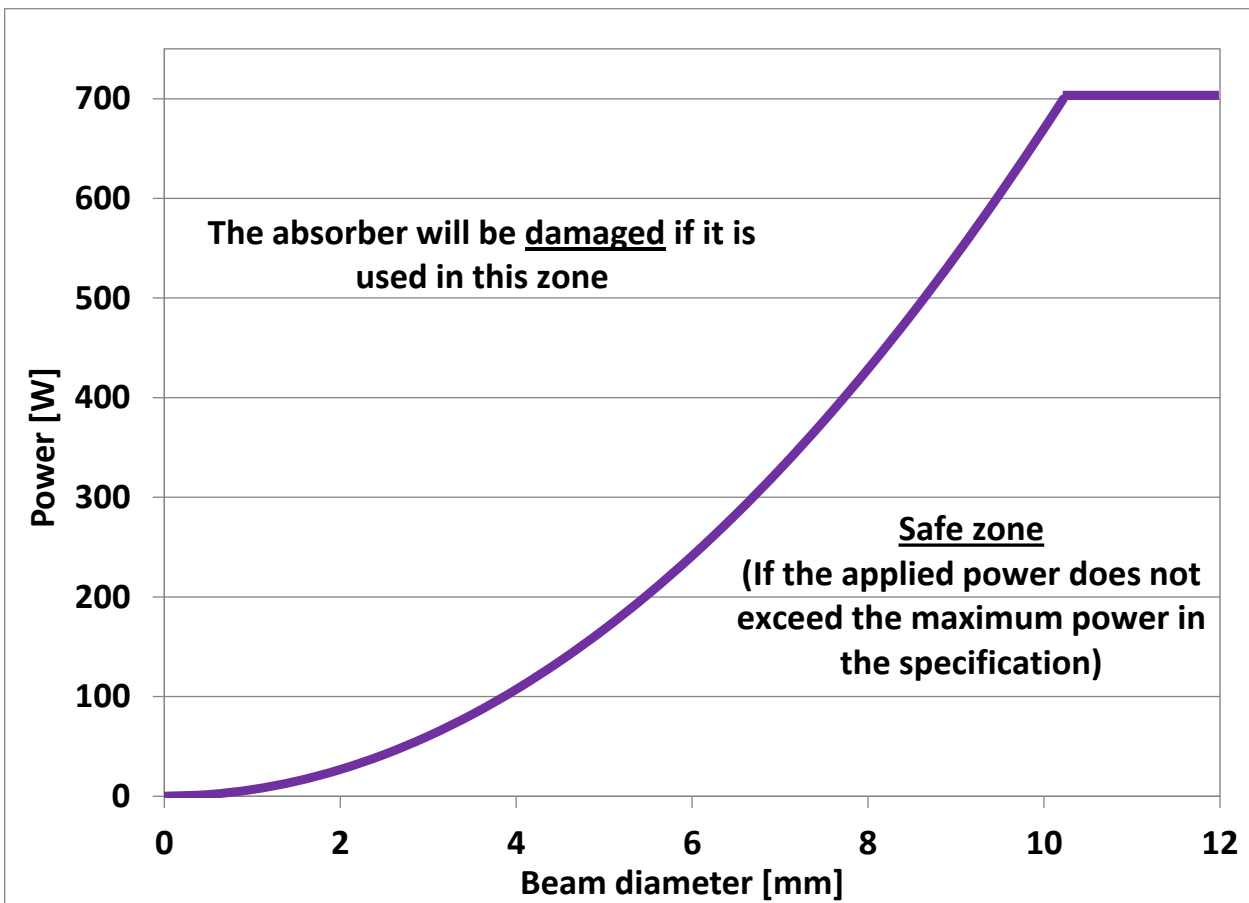

FIG. 1-10 Tailles minimales du faisceau pour UP avec absorbeur de type H à 1,064 μM.
1. Les spécifications requises pour un module arrière d'un autre fabricant sont données dans les figures 1-10 à 1-12. Veuillez noter que les trous taraudés doivent être conducteurs d'électricité et que des points nus sont nécessaires pour permettre le contact électrique avec le détecteur (voir l'étape 5).